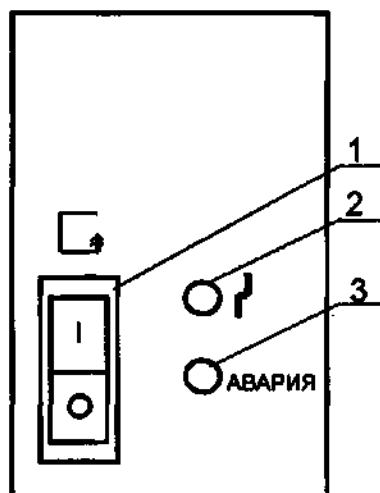

Рисунок 3 – Расположение органов управления стерилизатором на панели блока силового.
Если нужен режим сушки, то необходимо нажать клавишу "  " (поз. 1, рис. 3) при этом откроются клапана и загорится индикатор, расположенный внутри выключателя. Если режим сушки не нужен, то клавиша "  " должна быть в выключенном положении ("O").
2.3.4 Если нужен режим сушки, то необходимо нажать клавишу "☐" (поз. 1, рис. 3) при этом откроются клапана и загорится индикатор, расположенный внутри выключателя. Если режим сушки не нужен, то клавиша "☐" должна быть в выключенном положении ("O").
2. ПРИ АВАРИЙНОМ РОСТЕ ТЕМПЕРАТУРЫ ДО $205...235^{\circ}\text{C}$, СРАБОТАЕТ ДАТЧИК-РЕЛЕ ТЕМПЕРАТУРЫ, И ПРОИЗОЙДЕТ АВТОМАТИЧЕСКОЕ ВЫКЛЮЧЕНИЕ СИЛОВОЙ ЧАСТИ СТЕРИЛИЗАТОРА. ПРИ ЭТОМ ЗАГОРИТСЯ ИНДИКАТОР АВАРИЙНОГО ВЫКЛЮЧЕНИЯ СТЕРИЛИЗАТОРА (ПОЗ. 2, РИС.3).